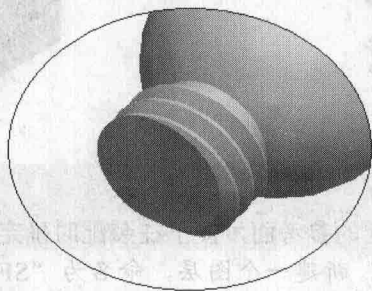

图1-17
8. 选取上一步合并后的面组，在键盘上按 **Ctrl + C** 组合键，在菜单栏中选择 **【编辑】/【选择性粘贴】** 命令，弹出 **【选择性粘贴】** 操作面板。选择基准平面 **right** 作为方向参照，输入移动尺寸为“-2.5”，展开 **【选项】** 菜单，取消勾选 **【隐藏原始几何】** 选项，然后单击 ☒ 按钮移动面组，如图 1-17 所示。